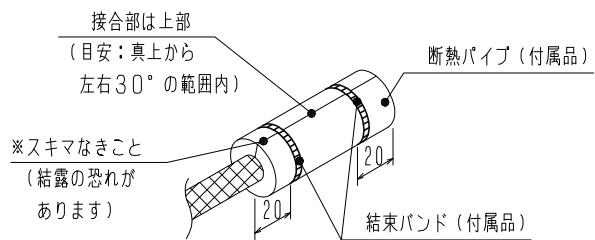

図3
3. フレア部分に断熱パイプを巻き付け、結束バンドで各断熱パイプを固定してください。（図3）